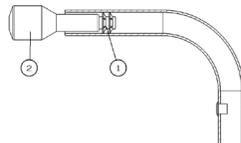

Fig. 41
- Inserite il dado da presa da 1/4"-20 (1) (Fig. 41) con un attrezzo di inserimento (2) nel manico (40 mm).